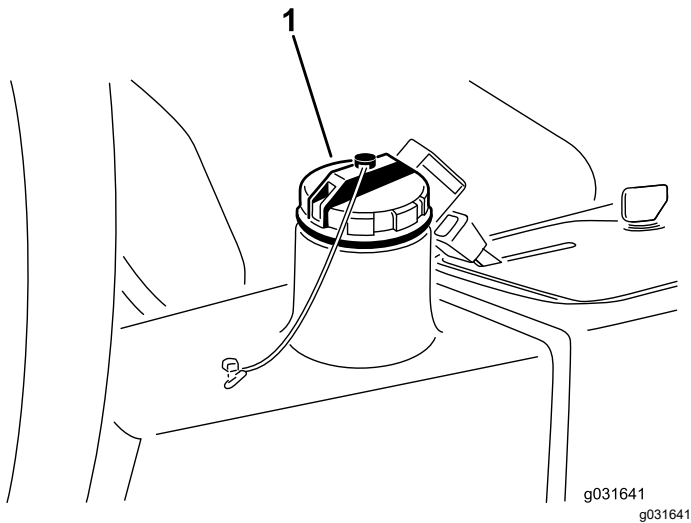

图 67
4. 向液压油箱图 67 注入约 13.2L 液压油请参阅 液压油规格 (页码 44) 和 检查液压油油位 (页码 44)。